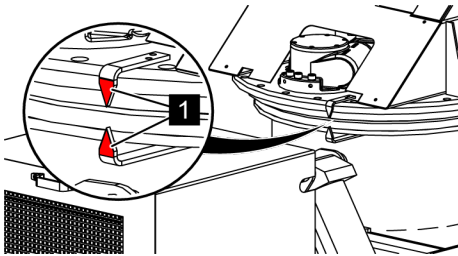

Fig. 93: Flèche rouge
4. ➤ Pivoter la plateforme vers la position de transport (☞ Chapitre 6.8 « Utilisation de la machine » à la page 110), jusqu'à ce que les deux flèches rouges (Voir la Fig. 93/1) coïncident.